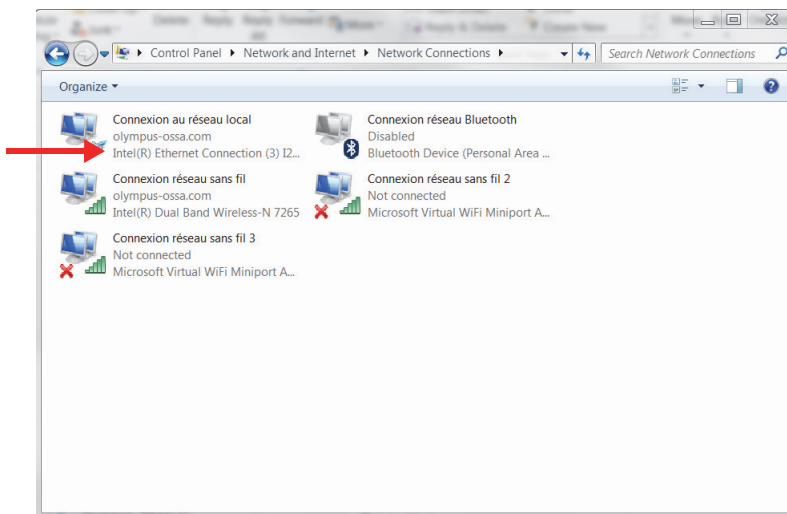

Рис. 1-5 Сетевые подключения
1. Откройте список сетевых подключений на панели управления **Control Panel** и выберите сеть для подключения к FOCUS PX (Рис. 1-5 на стр. 29).